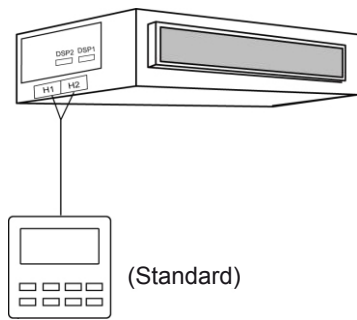

Fig 5.4.1
1) La fig 5.4.1 montre l'installation de la commande filaire.